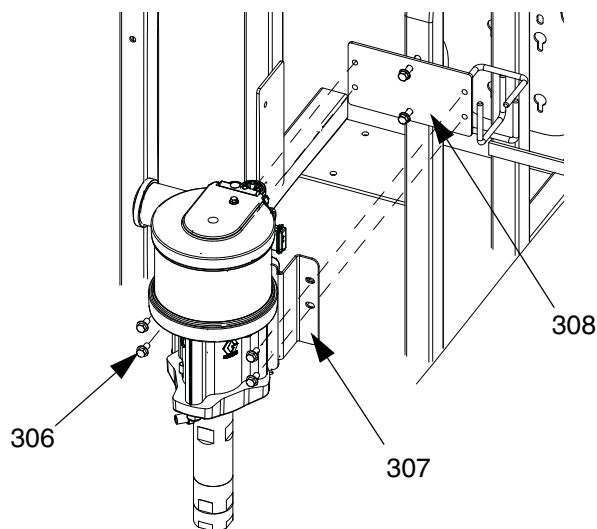

**FIG. 3: Zijkanten van frame**
1. Trechters (D) monteren op de zijkanten van het frame (A). Zie FIG. 3.
- a. Maak de hoofdhouder (101) vast aan het frame (A) met de schroeven (107).